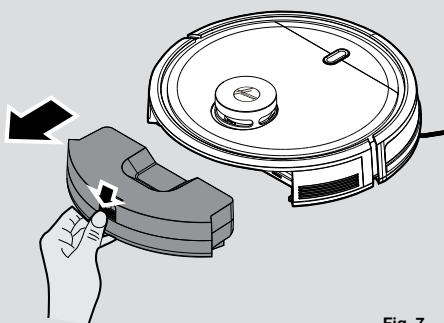

Fig. 7
1. Presione el botón de liberación y sáquelo. **[Fig. 7]**
1. Después de aspirar, retire el depósito de polvo, pulse el botón de liberación y tire de él. **[Fig. 7]**